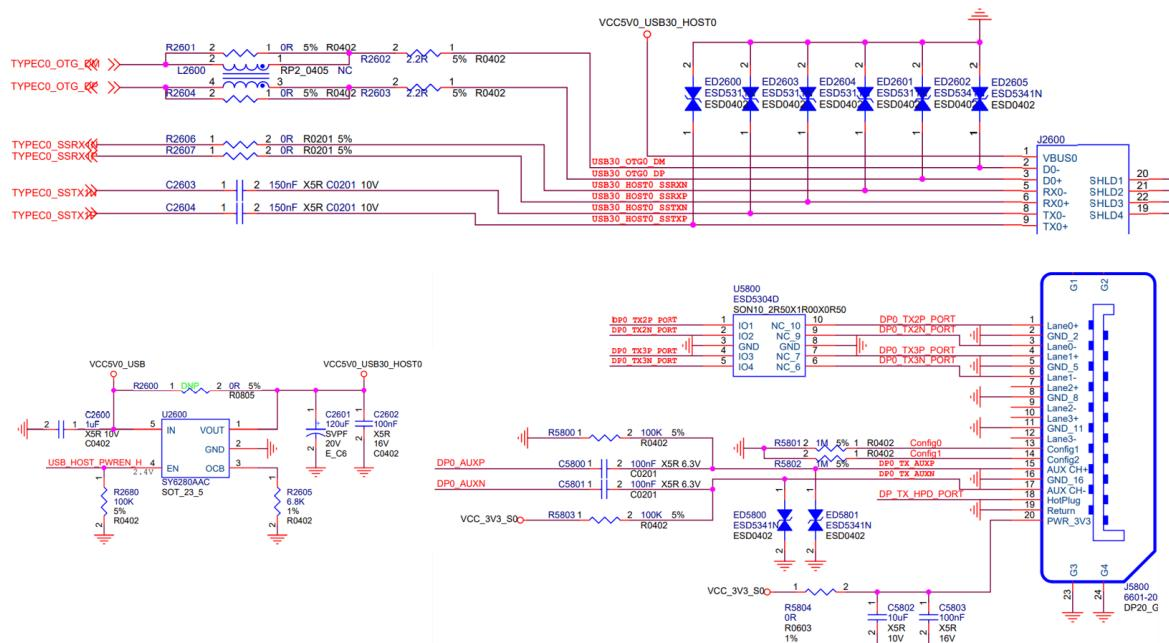

图 21 RK3588 Type-A USB3.1/DP 接口
3. Type-A VBUS 的供电电源 (VCC5V0\_USB30\_HOST2) 由 GPIO 控制，当 OTG 作 Device mode，关闭 VBUS 输出。当 OTG 作 HOST mode，打开 VBUS 输出。此外，稳压芯片 SY6280AAC 的输出电流由 OCB pin 连接的电阻决定，最大电流  $I_{lim}(\text{A})=6800/\text{R}_{set}(\text{ohm})$ ，如下图 21 所示， VBUS 输出限流为 1A；